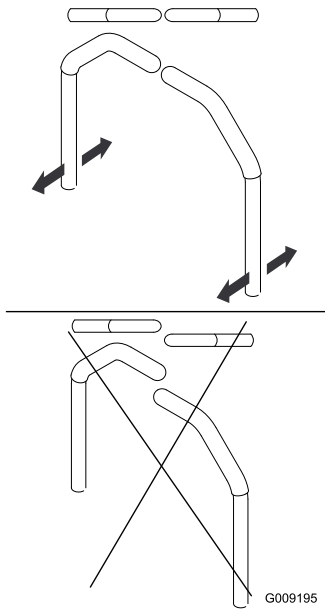

Figure 65
4. Réglez l'alignement avant/arrière des leviers en les plaçant tous deux à la position POINT MORT, puis faites-les coulisser jusqu'à ce qu'ils soient alignés, et serrez les boulons (**Figure 65**).